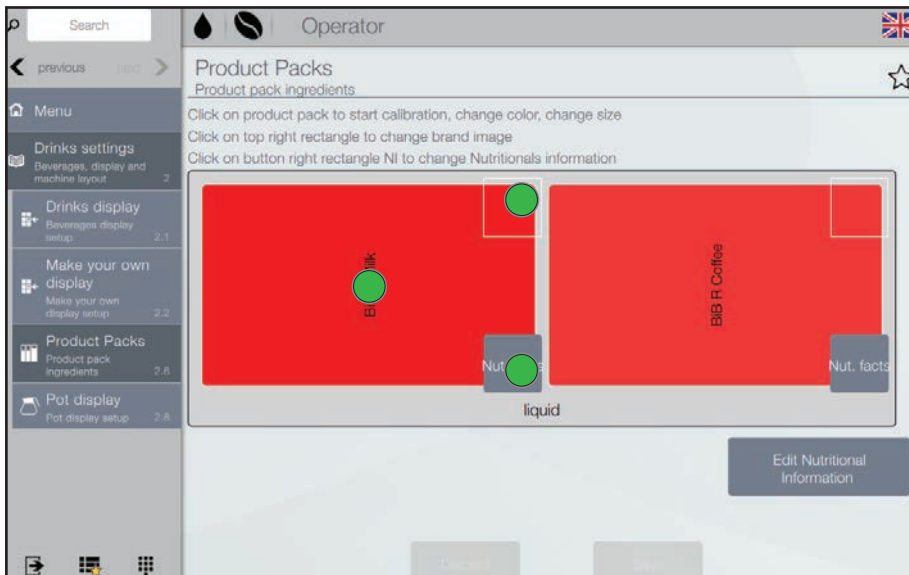

Fig. 6.10- Produktpakker
- Tryk på den ønskede produktpakke på skærmen (fig. 6.10) for at